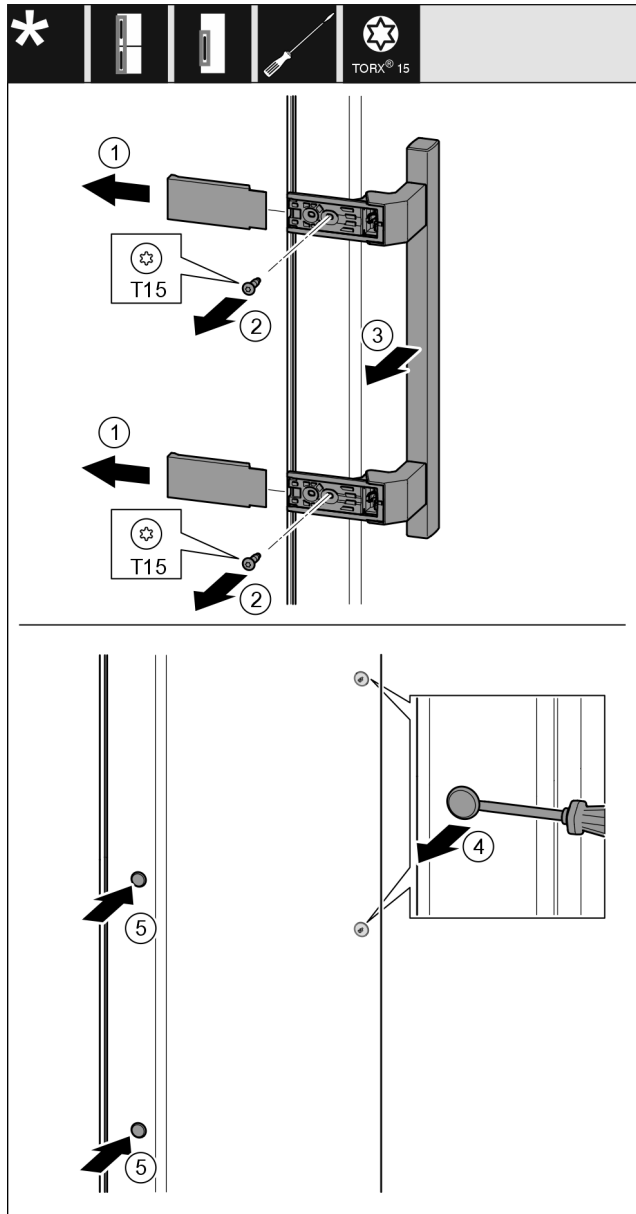

Fig. 25
- ▶ Retirer le cache Fig. 25 (1).
- ▶ Retirer les vis Fig. 25 (2) avec un tournevis.
- ▶ Retirer la poignée Fig. 25 (3).
- ▶ Soulever et retirer avec précaution le cache latéral Fig. 25 (4) avec un tournevis plat.
- ▶ Replacer le cache Fig. 25 (5) de l'autre côté.